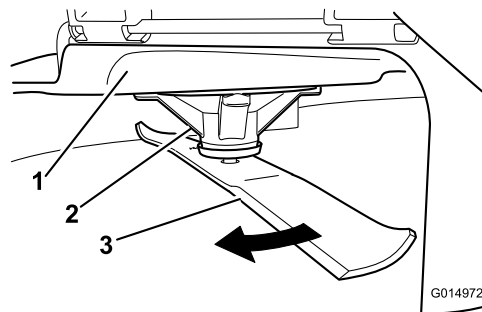

Figure 47
2. Enfilez des gants épais ou utilisez une autre protection adéquate pour les mains, et faites tourner la lame lentement jusqu'à une position permettant de mesurer correctement la distance entre le tranchant et la surface plane sur laquelle se trouve la machine (Figure 47).